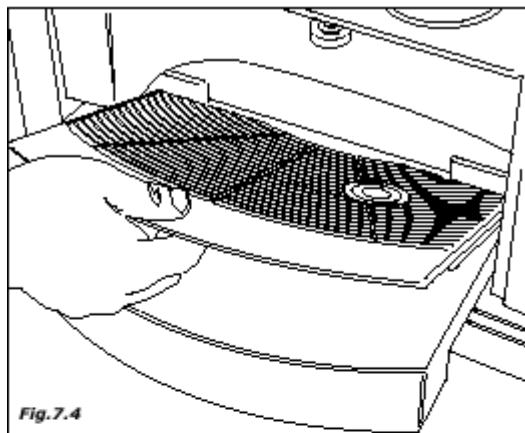

Fig. 7.4
- раздаточную камеру (рис. 7.4)